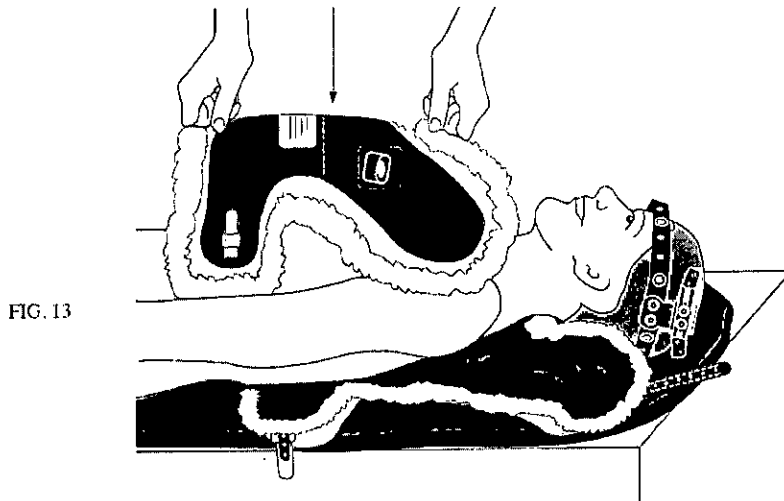

FIG. 13
5. Coloque la sección anterior del chaleco. Utilice los sistemas de bloqueo para deslizar la parte anterior del chaleco hasta su posición en la línea de la cintura (las correas estabilizadoras blancas se deslizan desde la parte posterior por debajo del conjunto de hebillas hasta la parte anterior) y después fije los hombros, usando la cinta de velcro entre el forro anterior y las correas de los hombros. Asegúrese de apretar la cintura antes de apretar las correas de los hombros. La parte anterior del chaleco debe ajustarse firmemente contra el esternón. Fig.13.